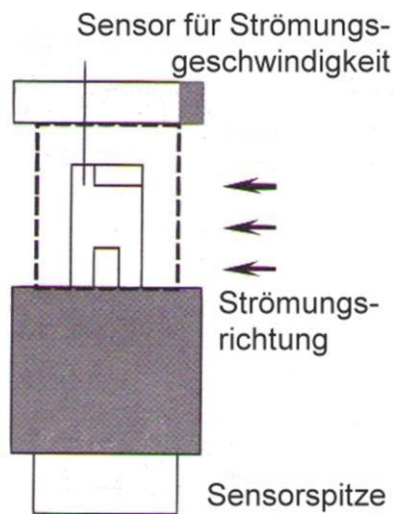

Fig 4
- En el lado superior del sensor se encuentran flechas para la dirección del flujo. Estas flechas deberían coincidir exactamente con la dirección del flujo (Fig. 4). Ahora puede leer la velocidad del flujo de aire en la indicación principal, y la temperatura en la indicación secundaria.